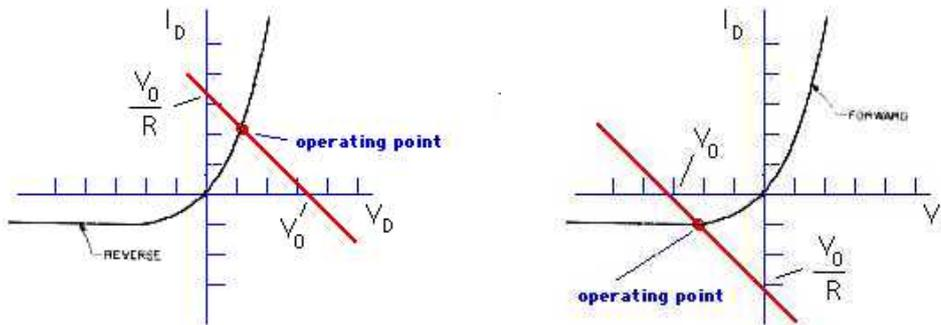

Figure 2: Droites de charge et points de fonctionnement pour une diode en polarisation directe (à gauche) et inverse (à droite).
La droite de charge (“load line”, voir fig. 2) donne le point de fonctionnement d’un composant placé dans un circuit donné. Son utilité deviendra plus évidente avec les transistors, en attendant, les diodes permettent de bien illustrer le concept.
1. Avec le circuit utilisé précédemment, produisez la droite de charge du circuit (fig.2 à gauche) avec V_{cc} en utilisant les lois de Kirchoff et en prenant les conditions aux frontières: